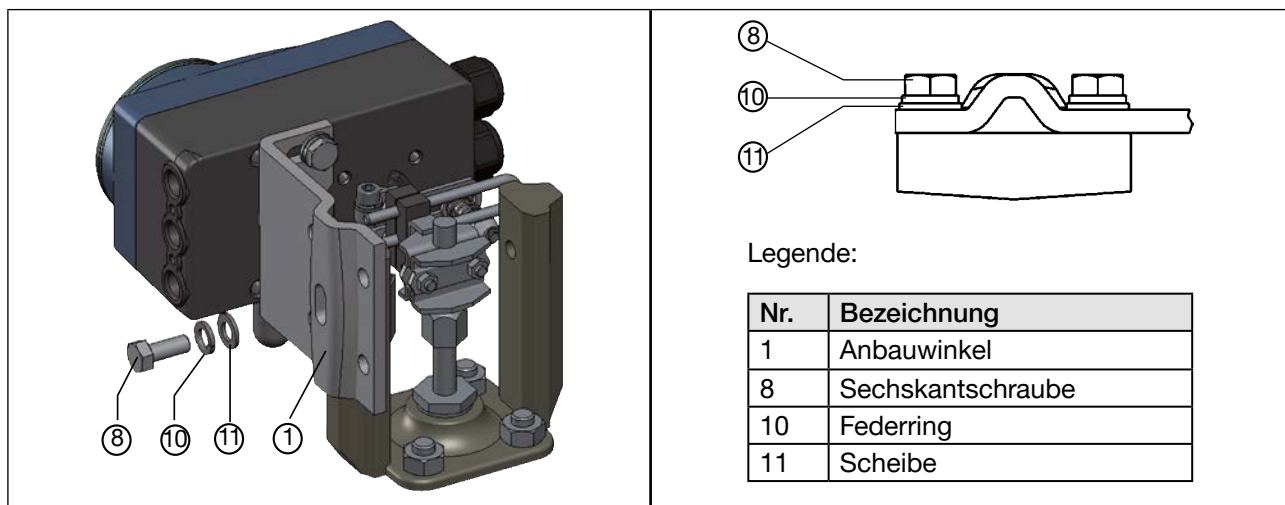

Abb. 16: Positioner mit Anbauwinkel befestigen; bei Antrieben mit Gussrahmen
→ Anbauwinkel mit einer oder mehreren Sechskantschrauben ⑧, Scheiben ⑪ und Federringen ⑩ am Gussrahmen befestigen (siehe „Abb. 16“).